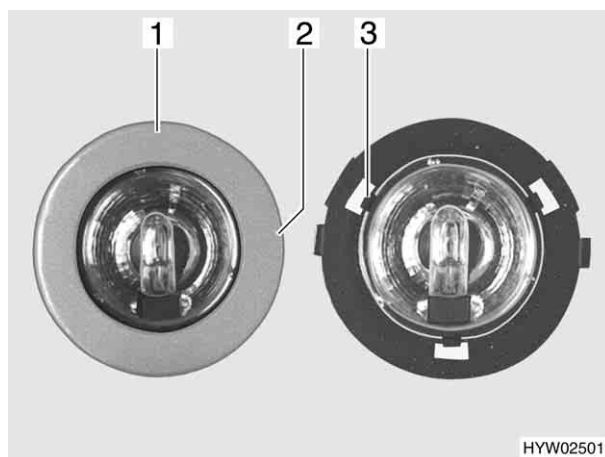

Fig. 107 Lampada alogena
- Girare lentamente il diaframma (Fig. 107,1) finché il nasello (Fig. 107,2) dell'involucro non si arresta a scatto nella scanalatura sottostante del diaframma.
- Tre graffe (Fig. 107,3) tengono ferma la lastra di vetro della lampada alogena nell'involucro. Spingere di lato una delle tre graffe.